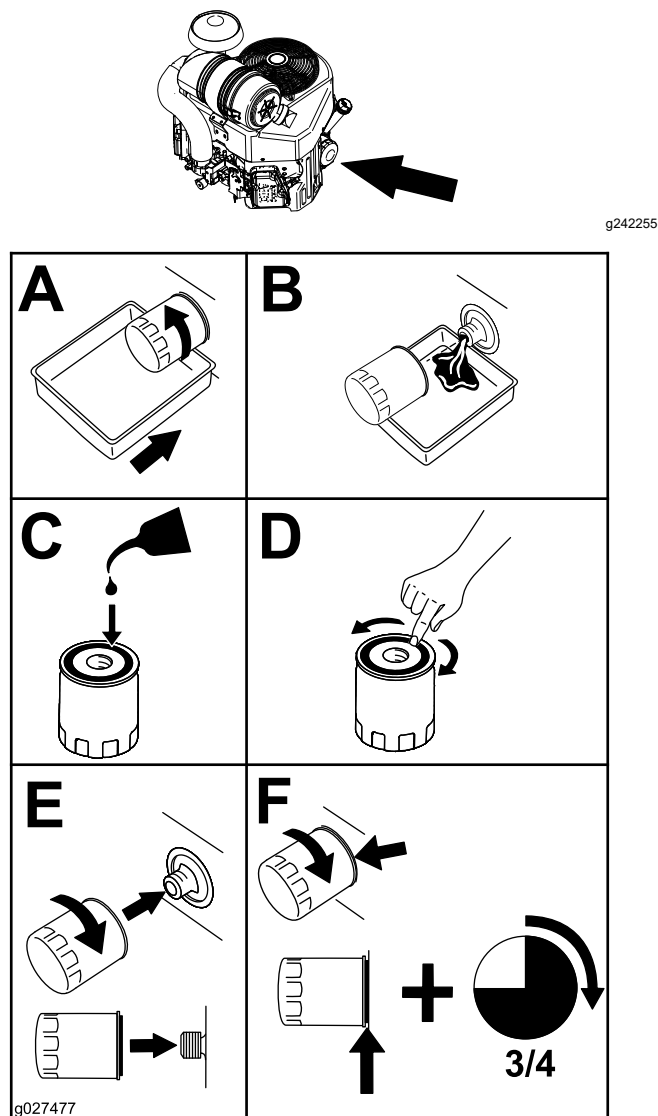

Figura 32
2. Înlocuieți filtrul de ulei de motor (Figura 32).